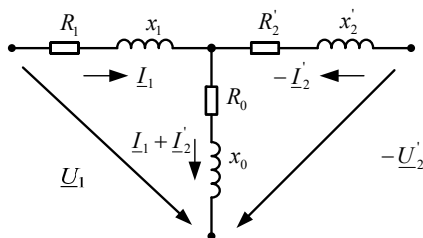

Рис. 10.2. Т-образная схема замещения трансформатора
2. Определение параметров Т-образной схемы замещения трансформатора (рис. 10.2).